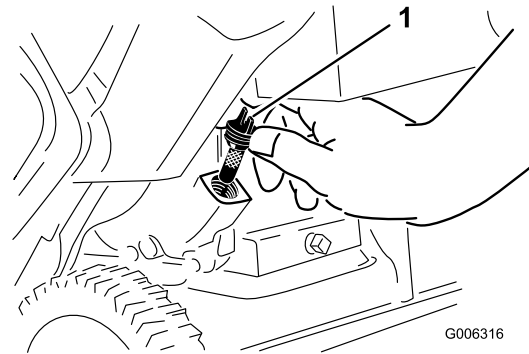

Figure 23
7. Dévissez et sortez la jauge (Figure 23).